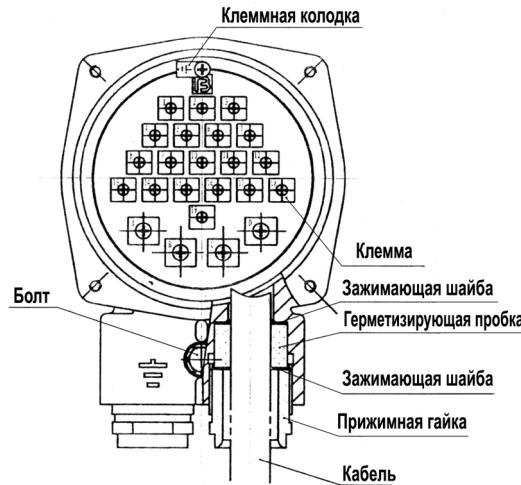

Рис. 6 Взрывозащищенная
2. В полости взрывозащищенной клеммной коробки электропривода находятся соединительная колодка (Рис. 6) с клеммами, промаркованными цифрами и буквами.